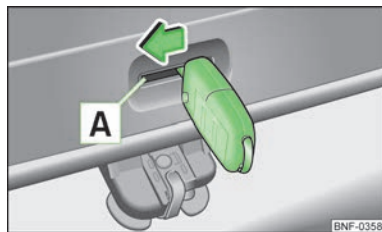

Fig. 17
- Introducir la llave del vehículo o una herramienta similar en el orificio  » fig. 17 en la cubierta de la tapa hasta el tope.